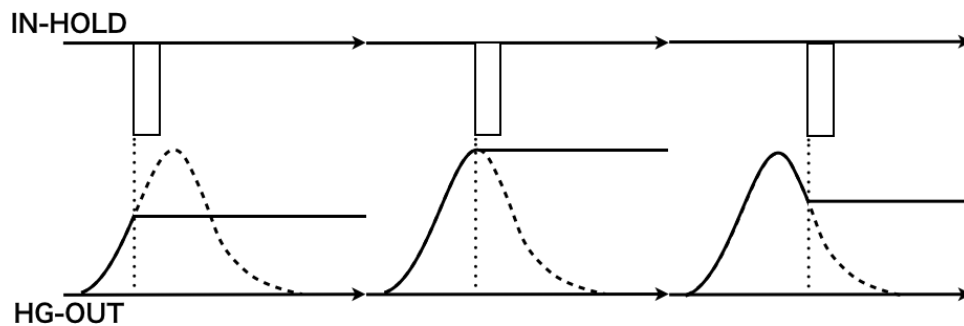

図 2.3: 調整が不十分な場合、左や右のようになる。時定数や IN-HOLD の入力信号のタイミングを調整して中央のようにする。
4. peak 位置が早過ぎると低い値で hold されてしまうので、peak が hold される様に IN-HOLD へ入力する信号のタイミングを調整する。または、アンプの時定数 (TimeCHGSSh○.txt) を調整する。(図 2.3、2.4)